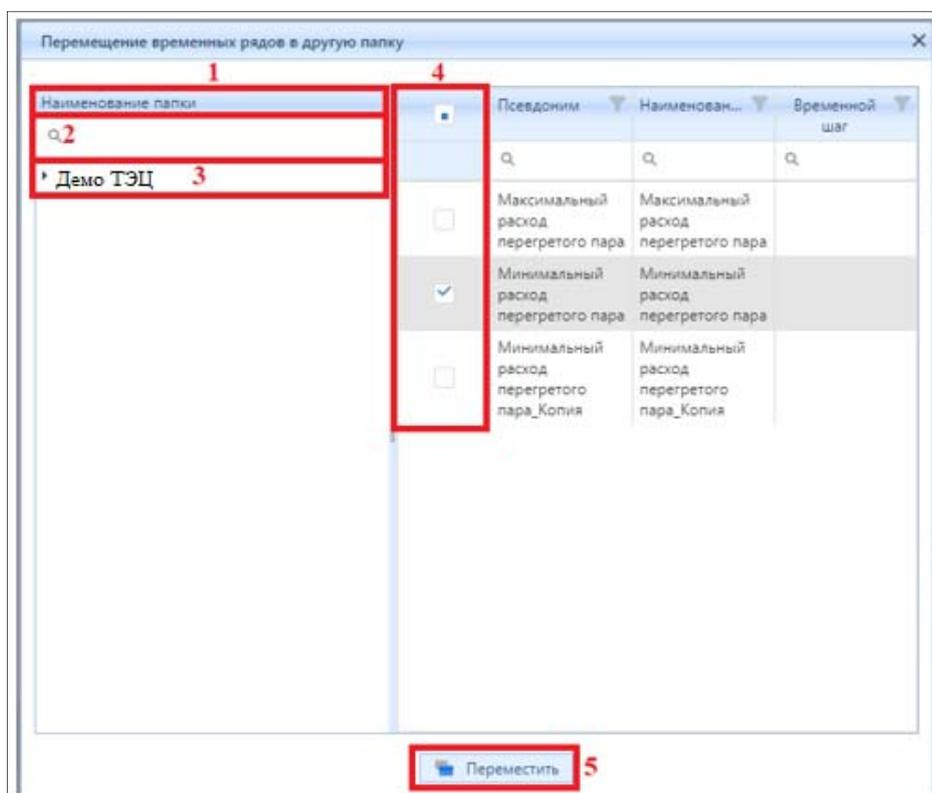
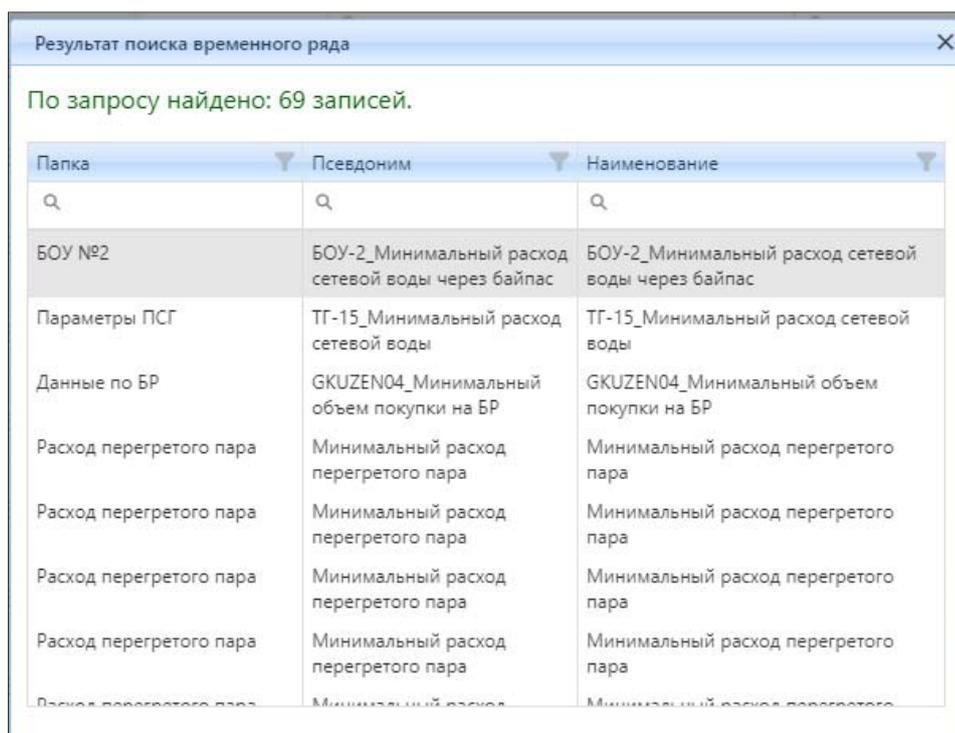

Рисунок 4.2.21 – Внешний вид окна «Перемещение временных рядов в другую папку»
Рисунок 4.2.27 – Внешний вид окна «Результат поиска временного ряда»
2. После нажатия на кнопку откроется окно «Перемещение временных рядов в другую папку» (рис. 4.2.21). В данном окне в колонке «Наименование папки» (1) раскройте запись с родительской папкой (3) (рис. 4.2.21). Найдите в таблице необходимую папку, в которую хотите переместить временной ряд. Нажмите на данную папку левой кнопкой мыши для выделения и указания местоположения копируемого временного ряда. Для оперативного поиска необходимой папки, хранящейся в подразделе «Временные ряды» введите наименование в поисковую строку (2). В левой части окна установите признак в колонке (4) напротив необходимого временного ряда.
3. Далее нажмите на кнопку (5) «Переместить» (4.2.21) для перемещения записи временного ряда с настройками, помеченной признаком. После нажатия администратор вернется в подраздел «Временные ряды», а запись автоматически переместится в указанную папку.
1. Нажмите на кнопку «Просмотр рядов без привязки» (блок 2) (рис. 4.2.21). После нажатия на кнопку всплывет окно «Просмотр временных рядов без привязки», в которой содержится таблица с данными.
2. В колонке (1) «Наименование папки» отображается наименование папки, к которой относится временной ряд.
3. В колонке (2) «Временной ряд» отображается наименование временного ряда. В безымянной колонке (3) содержится ссылка действия «Перейти» для перехода к временному ряду без привязки.
4. При выборе необходимой записи (4) нажмите на ссылку «Перейти» для дальнейшей настройки привязки временного ряда к колонке формы ввода. После нажатия администратор будет автоматически перенаправлен в папку, в которой содержится выделенный временной ряд без привязки.
Для оперативного поиска временного ряда по ID и наименованию (для случая, когда администратор не знает в какой папке содержится временной ряд) реализована строка поиска (3) (рис. 4.2.21). Введите в строку ID записи временного ряда, или ID записи преобразованного значения в зависимости от типа расчета, или наименование временного ряда. После ввода значения нажмите клавишу «Enter», после нажатия всплывет окно «Результат поиска временного ряда» (рис. 4.2.27) с таблицей данных о временном ряде. В данном окне найдите необходимую запись с настройками временного ряда. Выберите ее, затем снова двойным кликом мыши нажмите на выделенную запись. Администратор будет автоматически перенаправлен в папку, в которой содержится запись временного ряда с настроенным преобразованием значения.